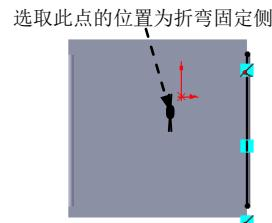

图 17.12.20 固定侧的位置
(4) 定义绘制的折弯参数。定义图 17.12.20 所示的固定侧；单击**折弯位置:** 选项中“材料在外”按钮 L ，并在 C 文本框中输入值 90。
(5) 单击 \checkmark 按钮，完成绘制的折弯 1 的创建。